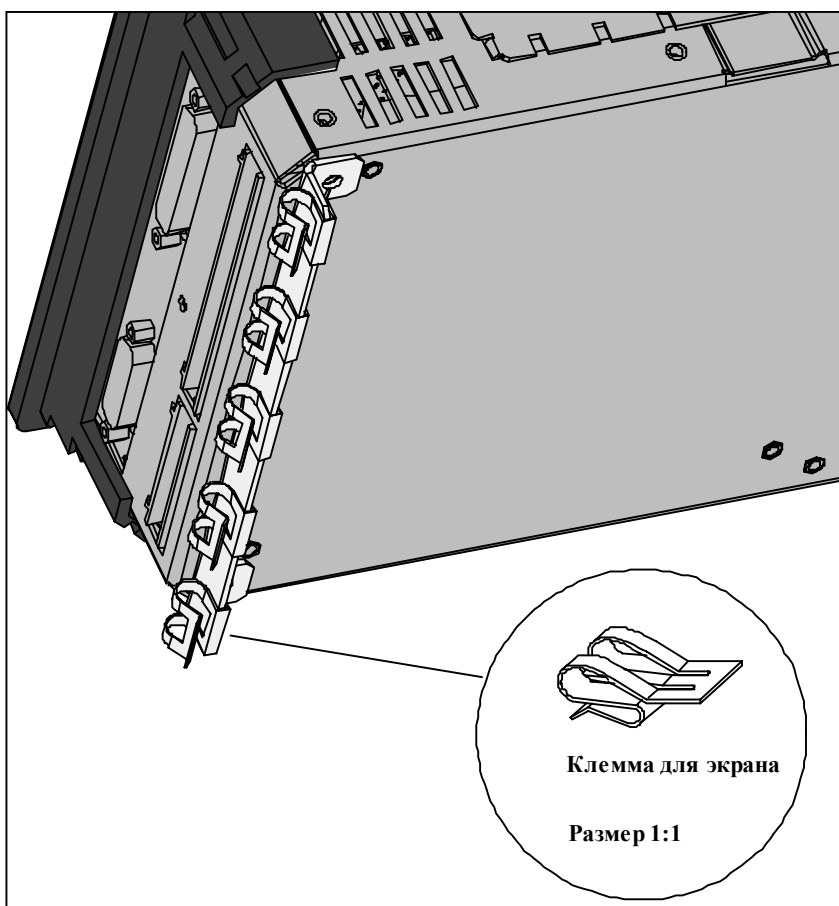

Рис. 2-16 С7-633/Р с шиной заземления и клеммой для экрана
1. Разместить заземляющую шину как показано на рис. 2-16, и зафиксировать винтами М3х5.
2. Установить клеммы для экрана как это показано на рис. 2-16.